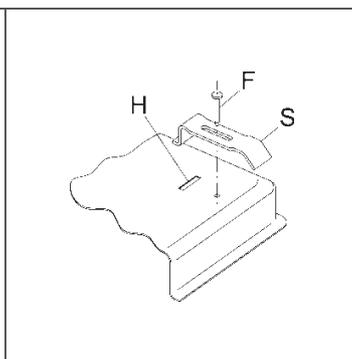

FIG. 10
- Fixe-o através das respectivas a braçadeiras "S", tendo o cuidado de introduzir a parte saliente na abertura "H", localizada no fundo, e aparafusando o parafuso "F" até bloquear a braçadeira "S" no tampo (ver fig. 10).
- Fixe-o através das respectivas braçadeiras "S", tendo o cuidado de introduzir a parte saliente na abertura "H", localizada no fundo, e aparafusando o parafuso "F" até bloquear a braçadeira "S" no tampo (ver fig. 10).